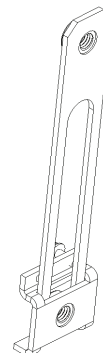

FIGURA 3
- Coloque la luminaria contra el poste. Ajuste la tuerca placa (Consulte la Figura 3) hasta el espacio entre orificios deseado y apriete el tornillo de presión en la placa.